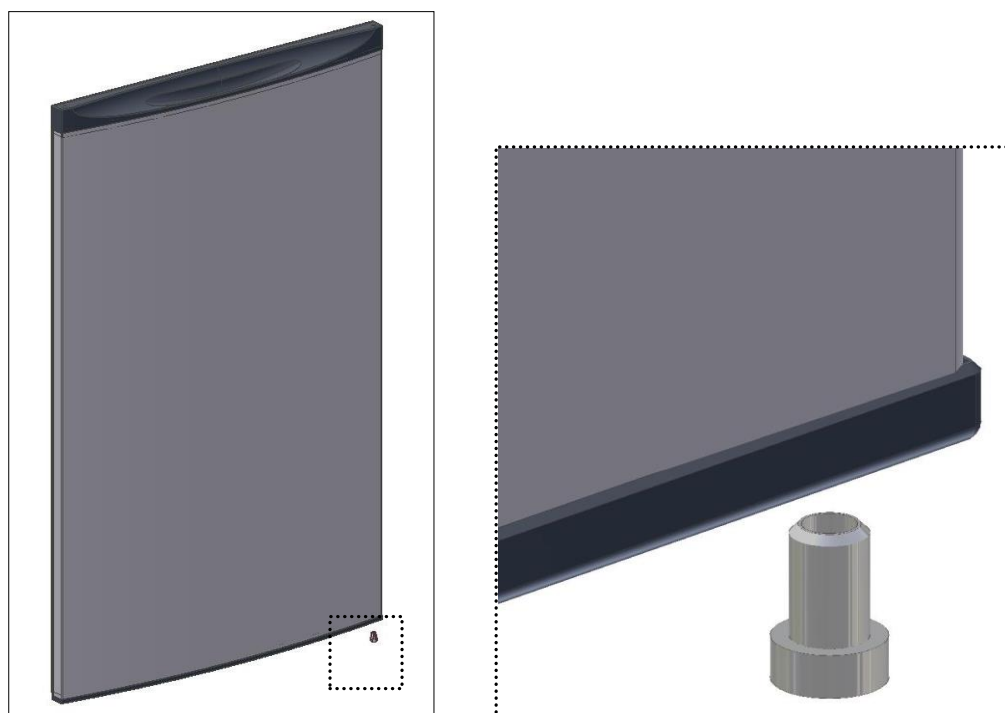

Fig. 8
- Placer **la bague** dans la partie inférieure de la porte (fig. 8);